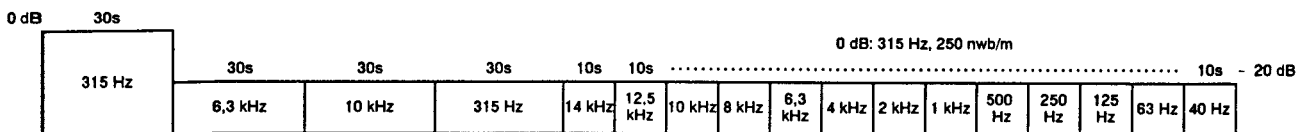

Fig. 8-3 Constantes de la bande d'essai STD-331E
- STD-331E : Réglages de la lecture (Voir fig. 8-3)